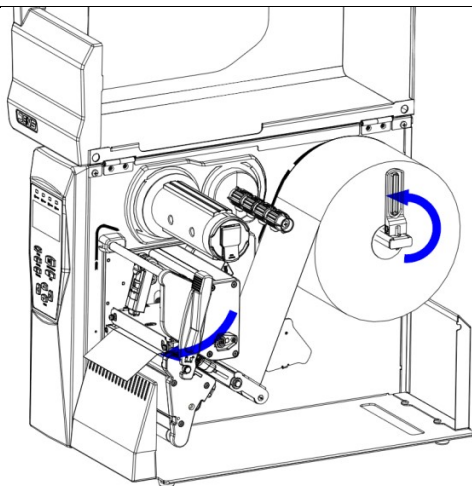

图2.4.3
- 3) 将纸架右挡板向左立起，靠紧纸卷，向前掰动打印头抬起扳手压下打印头。具体操作方法如图所示（图 2.4.3）。